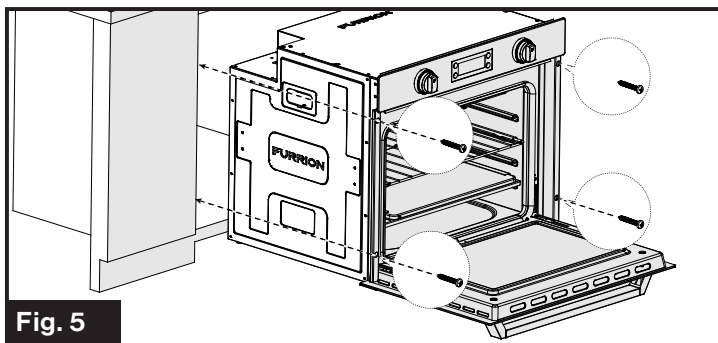

Fig. 5
4. Abra la puerta del horno y fije firmemente el horno en su lugar con cuatro tornillos (**no incluidos**). (Fig. 5)